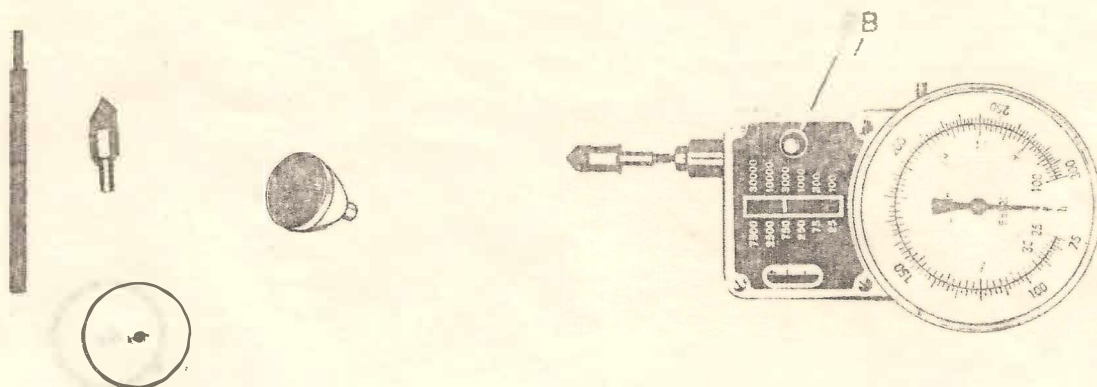

Fig. 1
Para medir velocidad se usa el tacómetro (fig.1). Este tacómetro tiene varias escalas que se obtienen presionando el botón de control de escala (B). Hay ta-